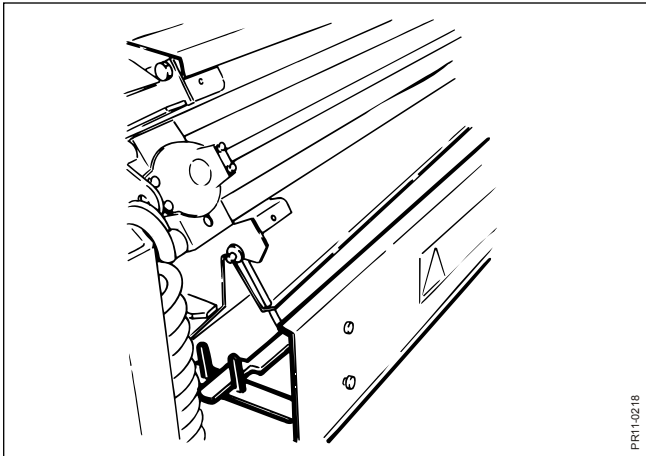

Рис. 4-13
- Рис. 4-13 2. Опустите щиток между точильным устройством и барабаном, так чтобы между ними было свободное пространство.